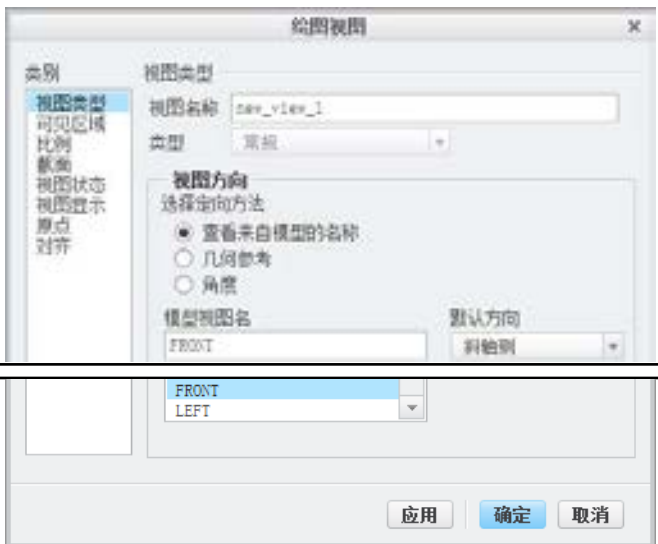

图 3.12.31 “绘图视图”对话框
Step3. 在系统  **选择绘图视图的中心点。** 的提示下，在屏幕图形区选取一点，系统弹出图 3.12.31 所示的“绘图视图”对话框，在 **模型视图名** 的列表框中选取视图 **FRONT**，然后单击 **应用** 按钮。